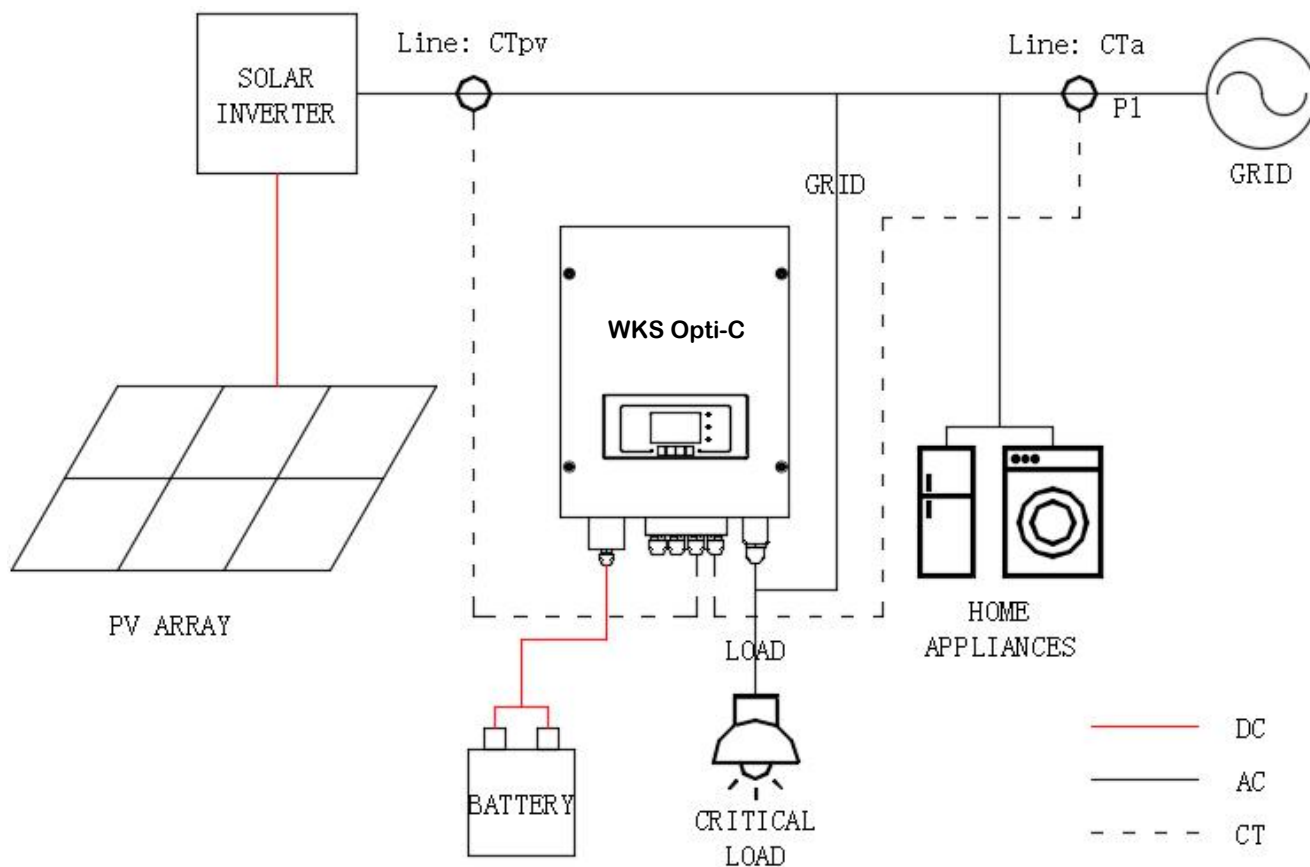

Fig. 6 Diagrama esquemático (WKS Opti-C: ampliación del almacenamiento de energía al sistema renovable existente)
Paso 2: Afloje los 4 tornillos (parte A) con un destornillador (fig. 6)